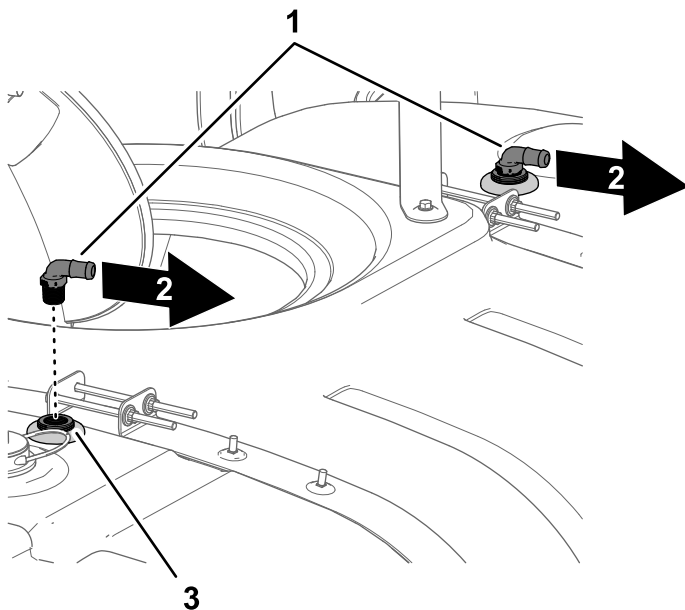

Bild 23
5. Befestigen Sie das 90°-Anschlussstück in den Schottanschlussstücken der Spüldüsen (Bild 23).
6. Fluchten Sie die Schlauchzahnung der 90°-Anschlussstücke zur rechten Seite der Maschine aus (Bild 23).